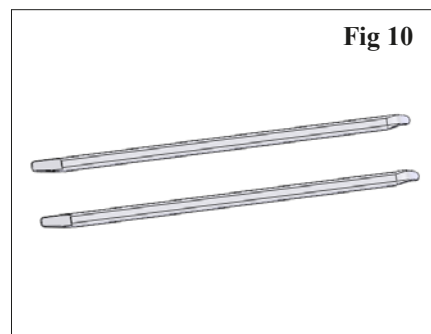

Fig 10
**Dækjern 20" – 24" (Fig. 10)**